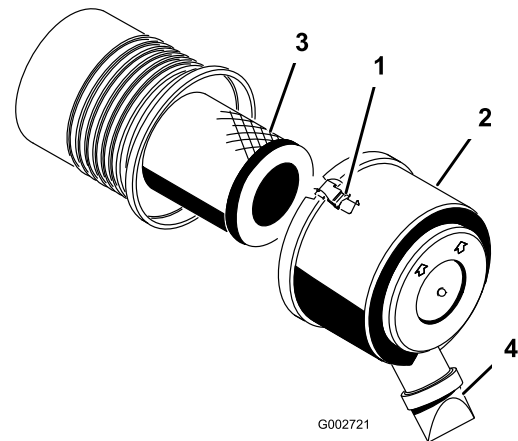

Figura 27
1. Abra los enganches que fijan la tapa del limpiador de aire a la carcasa del limpiador de aire (Figura 27).